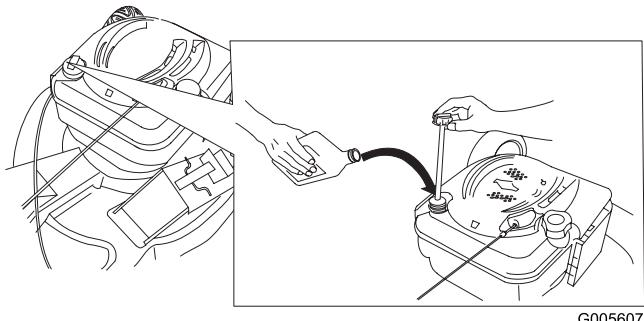

Figura 13
- Togliete l'asta di misurazione del livello dell'olio, asciugatela ed inseritela a fondo nel foro (Figura 13).